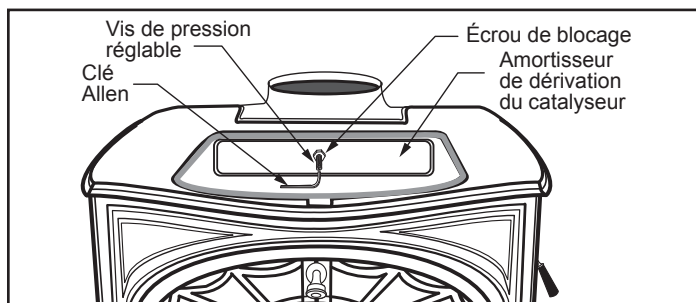

Figure 6.2 – Régler le amortisseur de dérivation du catalyseur à l'aide d'une clé Allen.
1. Enlevez la plaque. Desserrez l'écrou de blocage au centre de la plaque (figure 6.2).